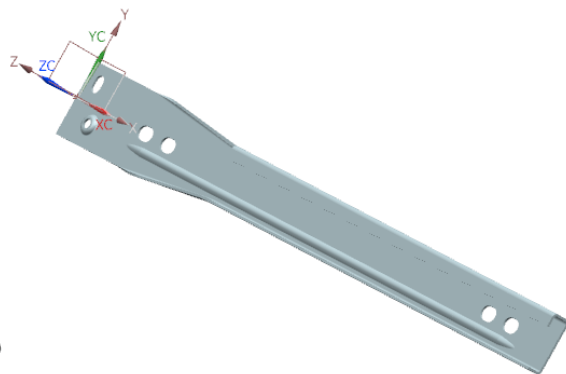

图 10-79 创建筋特征
(6) 在“筋”对话框中，单击按钮，创建筋特征，如图 10-79 所示。